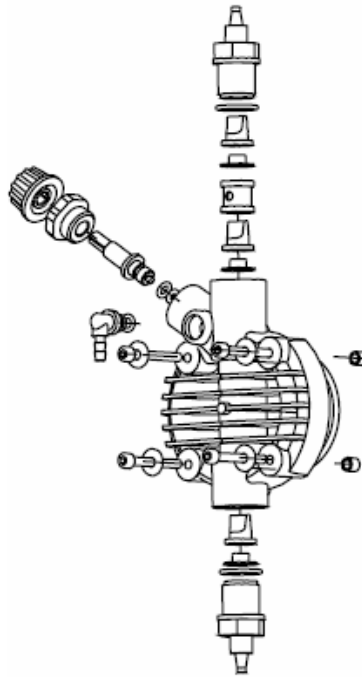

Рис. 10
- Злити всю дозуючу рідину з голівки насоса. Це можна зробити, від'єднавши насос від системи і перевернувши його догори ногами на 15-30 секунд не під'єднуючи шланги до ніпелів: якщо це неможливо виконати, зніміть голівку, відкрутивши 4 кріпильних гвинта. (Рис. 10)
- Концентрацію реагенту в трубопроводі: зниження концентрації може бути викликано зносом клапанів, в разі чого їх необхідно замінити (рис. 10) або засміченням фільтра, який необхідно промити, як описано нижче в п. 3